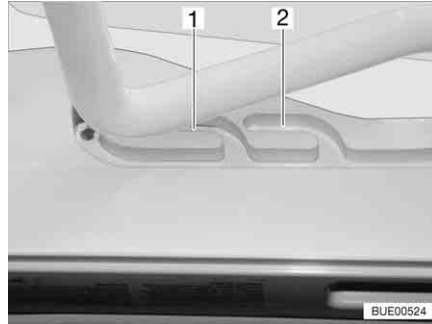
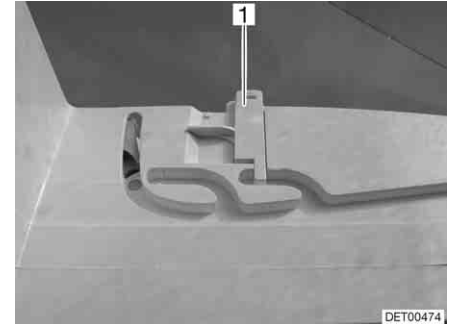

Fig. 91 Lanterneau Heki en position de ventilation
Fig. 92 Verrouillage position de ventilation
Il est possible d'amener le lanterneau Heki en deux positions de ventilation : Position pour mauvais temps (Fig. 91,1) et position intermédiaire (Fig. 91,2). Selon l'équipement, il est possible de verrouiller le lanterneau en position intermédiaire avec les deux verrous (Fig. 92,1) à gauche et à droite du cadre du lanterneau.
- Pousser légèrement l'étrier vers le haut, le pousser dans la glissière choisie (Fig. 91,1 ou 2) et le verrouiller si nécessaire.